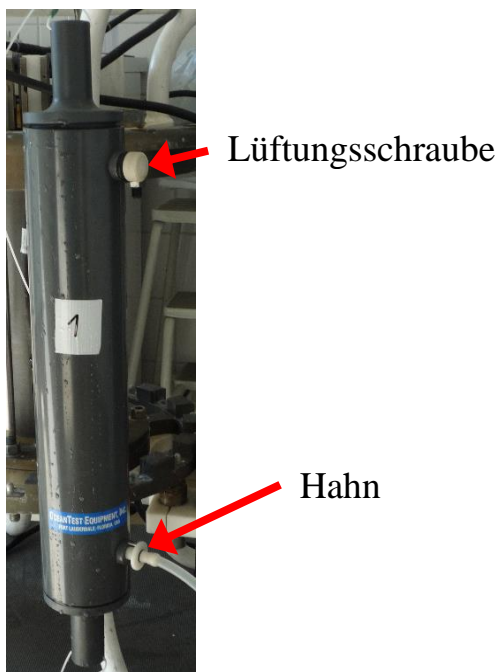

Abb. 3. Wasserschöpfer.
2. Lüftungsschrauben und Hähne schließen (Scheibe muss rausgezogen sein) - s. Abb. 3, Seite 13